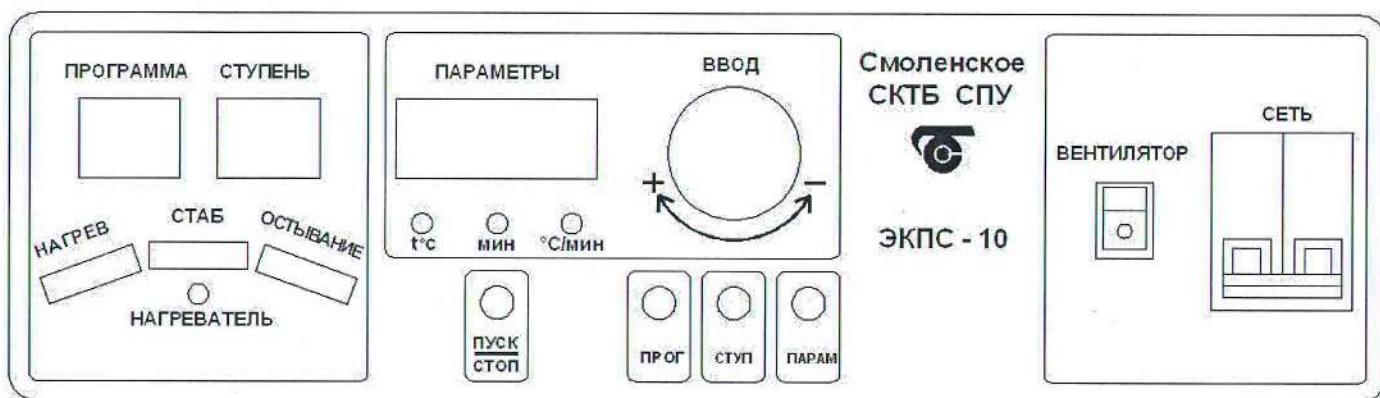

Рис. 3 – Лицевая панель электропечи с многофункциональным блоком МКУ
8.1.3 Включить выключатель «СЕТЬ» на лицевой панели электропечи (рис. 3), при этом на цифровом индикаторе «Программа» загорится номер 1 программы, на цифровых индикаторах «Ступень» загорится 1 ступень, на индикаторах «Параметры» значение заданной температуры на 1 ступени и светодиодный индикатор « $t^{\circ}\text{C}$ ». Цифровые индикаторы «Программа» включены в мигающем режиме – регулятор находится в режиме «ВВОД».